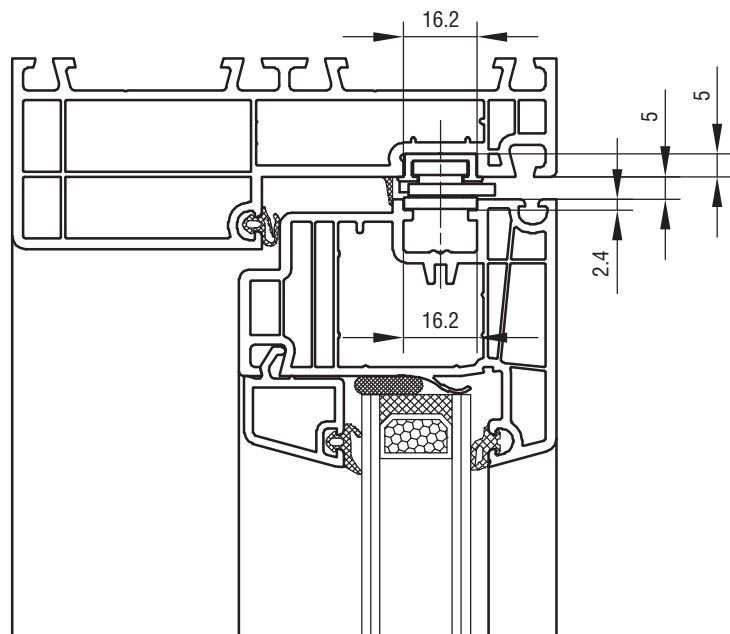

FIG. 1
1. BESLAGET ANBRINGES I ØVERSTE OG NEDERSTE KARM, SÅLEDES BESLAGET LÆGGER AN MOD SIDEKARMEN, OG SKRUES FAST, SE FIG. 1 OG 2.